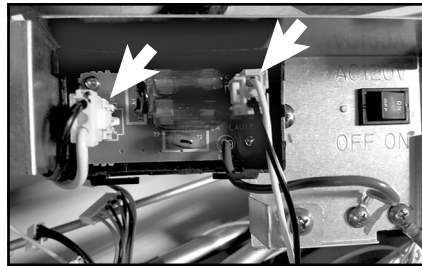

Figure 51
- 4.1 Débranchez les deux connecteurs du boîtier à fusibles (Figure 51).